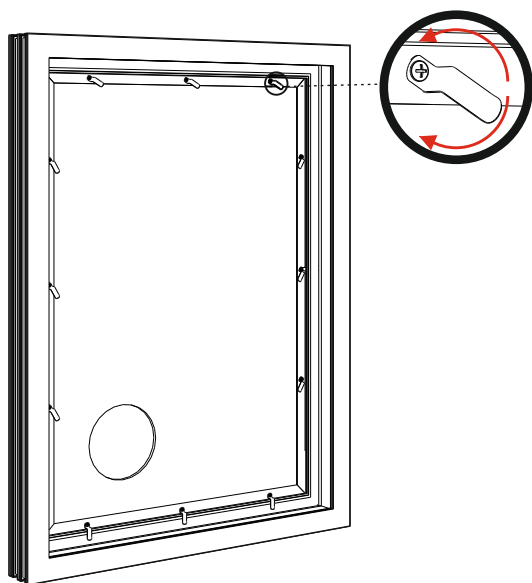
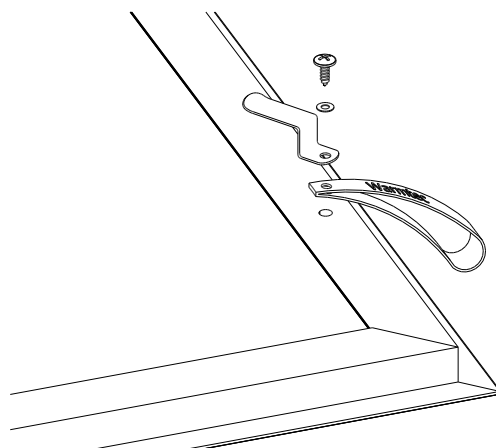

rys. 5
rys. 6
3. Rozpocznij montaż blaszek, zaczynając od dolnej krawędzi ramy (rys. 5), która będzie opierać się o dolną krawędź ramy okiennej. Blaszki w tym miejscu powinny być solidnie przykręcone oraz skierowane do dołu (rys. 6).